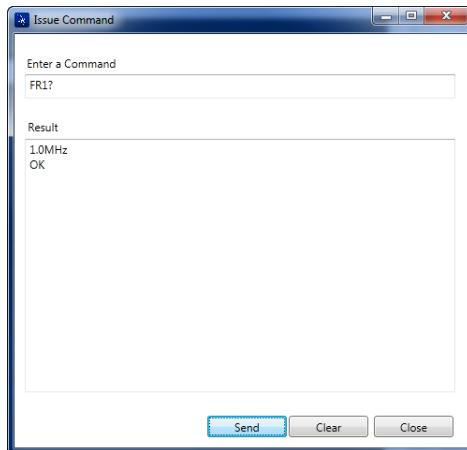

Рис. 7-13 Окно Issue Command (Подача команды)
Открывается диалоговое окно **Issue Command** (Рис. 7-13 на стр. 189).
2. В диалоговом окне **Issue Command** введите команду (см. Рис. 7-13 на стр. 189).
3. В диалоговом окне **Issue Command** (Подача команды) нажмите **Send** (Отправить) [см. Рис. 7-13 на стр. 189].